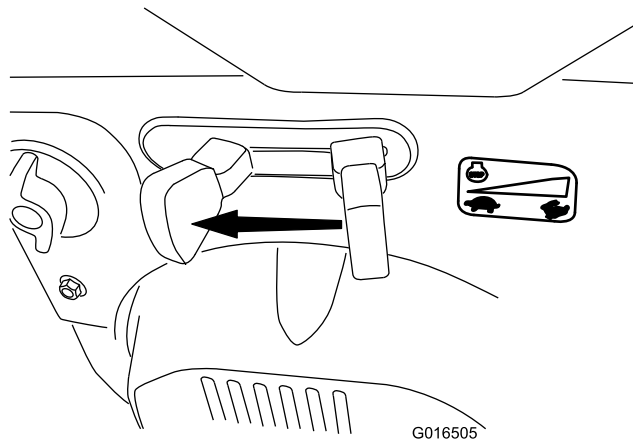

Figure 21
1. Déplacez la commande d'accélérateur en position **BAS RÉGIME**, puis en position **ARRÊT** (Figure 21). Vous pouvez aussi couper le moteur en tirant la clé de contact vers l'extérieur, à la position centrale.